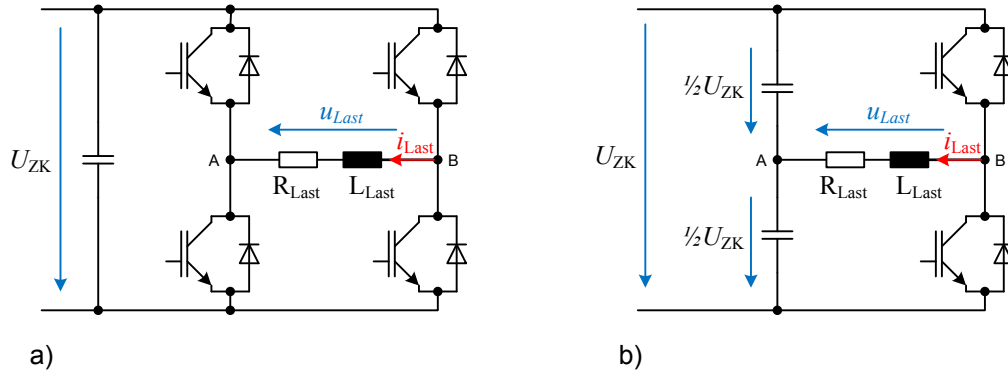

Abbildung 1.1: Prinzipieller Schaltplan von Einphasen-Spannungswechselrichtern
- 1.3. Welchen positiven und welchen negativen Maximalwert kann die Spannung über der Last (u_{Last}) bei der Schaltung in Abb. 1.1 a) und in Abb. 1.1 b) erreichen?
$$\text{Abb. 1.1.a)} \Rightarrow +U_{\text{Last,max}} = +U_{\text{ZK}} \quad -U_{\text{Last,max}} = -U_{\text{ZK}}$$
$$\text{Abb. 1.1.b)} \Rightarrow +U_{\text{Last,max}} = +\frac{1}{2}U_{\text{ZK}} \quad -U_{\text{Last,max}} = -\frac{1}{2}U_{\text{ZK}}$$
Analog zum Funktionsprinzip eines Einphasen-Spannungswechselrichters kann durch simples Vervielfältigen der in Abb. 1.1 b) gezeigten Schaltung ein Dreiphasen-Spannungswechselrichter realisiert werden. Statt an eine geteilte Zwischenkreis-Gleichspannung werden drei Lastanschlüsse zu einem gemeinsamen sogenannten 'Sternpunkt' bzw. 'Mittelpunkt (M)' verschaltet.
Frage 3: Welchen positiven und welchen negativen Maximalwert kann die Spannung über der Last (u_{Last}) bei der Schaltung in Abb. 1.1 a) und in Abb. 1.1 b) erreichen?